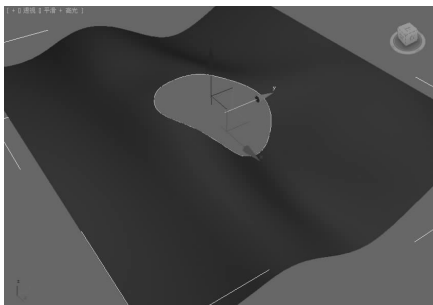

图 5-69 创建法向投影曲线 ▲
-  (创建法向投影曲线): 法向投影曲线依赖于曲面, 该曲线基于原始曲线, 从曲面法线的方向投影到曲面并能够用于修剪曲面, 如图 5-69 所示。